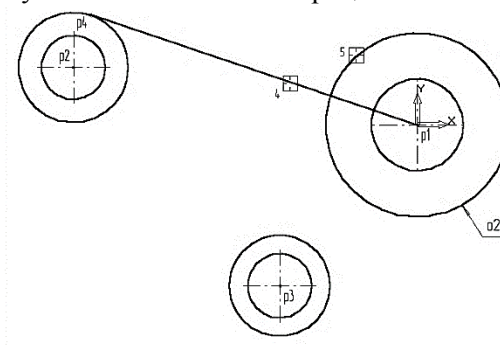

Рис. 6
16. Постройте плавное сопряжение отрезка $r4-p1$ и окружности $o1$ дугой радиусом 35 мм. Включите кнопку **Скругление** на странице Геометрия. В поле Радиус скругления в Строке параметров введите значение 35 мм. После этого укажите мишенью на отрезок $r4-p1$ (мишень 4) и на окружность $o1$ (мишень 5). Результат выполнения операции показан на (Рис. 6).